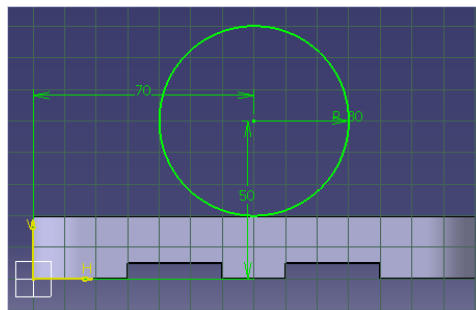

Figura 4.31: CIRCULO 1
7.-Ir al modulo SKETCH, en el se dibuja un círculo se indica su centro y el radio, y obtenemos la figura 4.31.